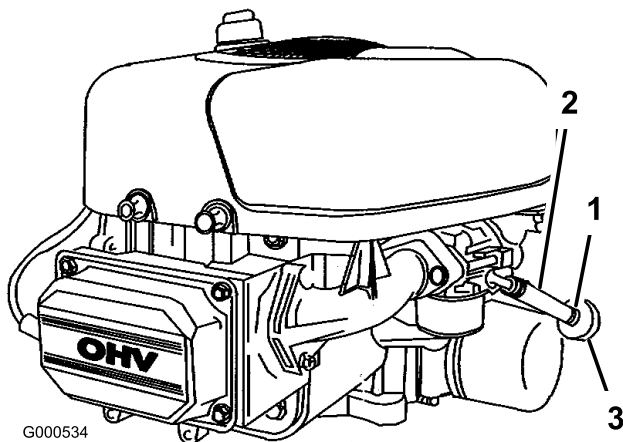

Figura 41
5. Allentate la fascetta stringitubo e spostatela in alto sul tubo del carburante, lontano dalla valvola di intercettazione del carburante (Figura 41).
4. Premete le estremità delle fascette stringitubo ed allontanatele dal filtro (Figura 41).
6. Montate un nuovo filtro ed avvicinate le fascette stringitubo al filtro (Figura 41).
6. Togliete i tubi del carburante dal filtro del carburante (Figura 41).
8. Collegate il tubo del carburante al filtro del carburante. Infilate la fascetta vicino al filtro del carburante, per fissare il tubo del carburante (Figura 41).